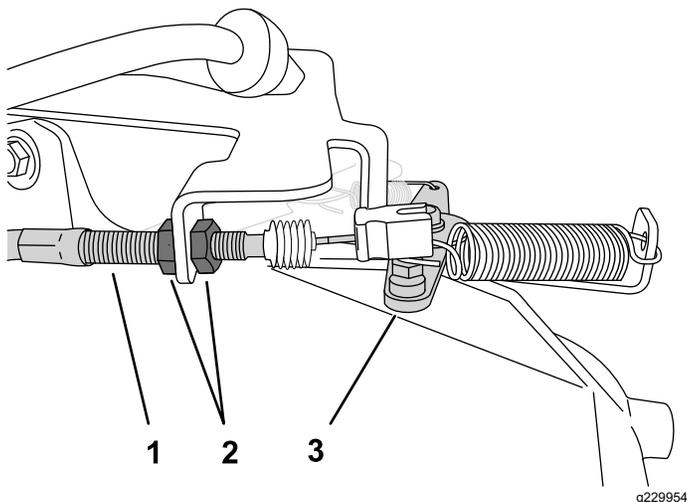

図 41
2. ローアイドルを高くするには、スロットルケーブルハウジングのところの前側のジャムナットをゆるめて後ジャムナットを締める 図 41。